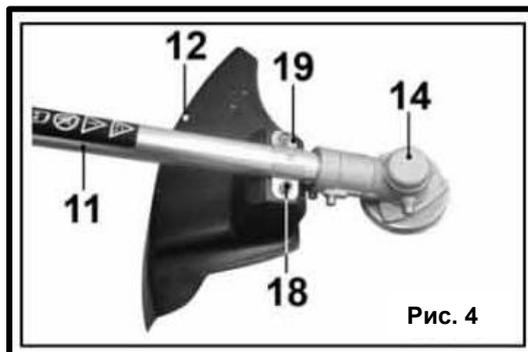

Рис. 4
- Закрепить на штангу (2) нижний кронштейн крепления (3) с помощью винтов.
- Установить рукоятку управления (1) в посадочное место и установив верхний кронштейн крепления рукоятки(4) закрепить его с помощью винтов.
6.3. Установка защитного кожуха (Рис. 4)
6.5.1. Вставьте шестигранный ключ из комплекта поставки в специальное отверстие (24) (рис.4) внутреннего фланца и заблокируйте шпindel (25) (рис.9).